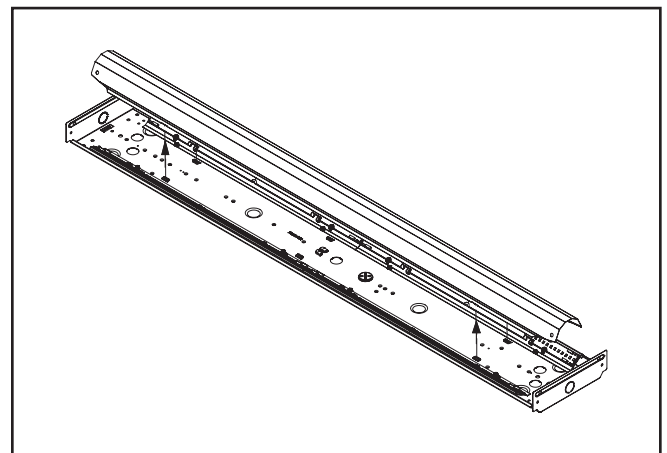

Figura 2.
3. Retire la cubierta del conductor (Figura 2).